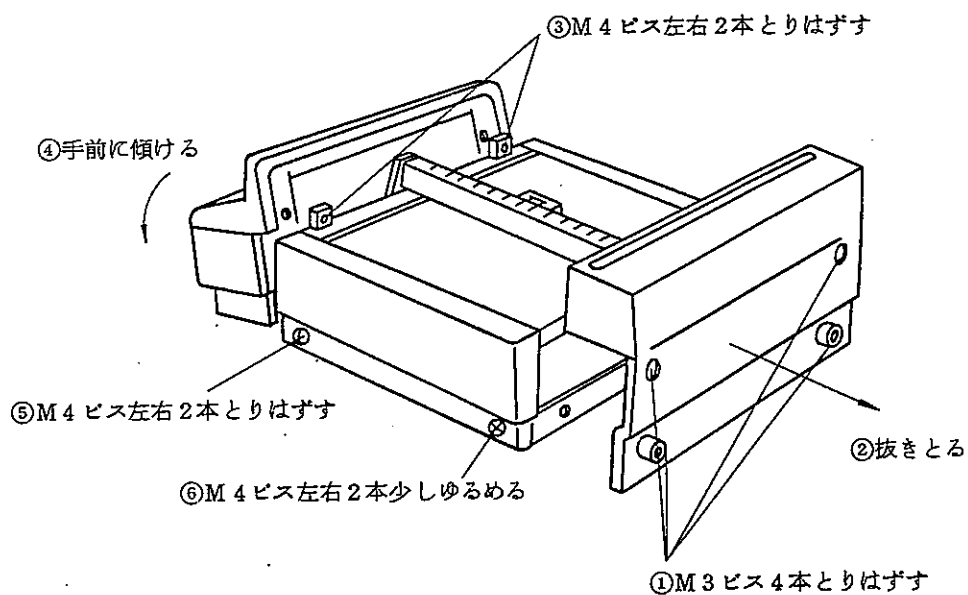

図 1
1. 図1⑥番目のビス2本は少しゆるめるだけにしてとりはずさないでください。